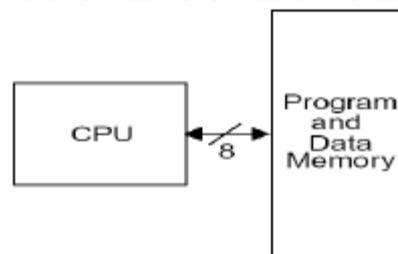

Fig. 1 Architecture Von Neumann
- L'architecture VON NEUMANN (figure 1) employée par la plupart des microcontrôleurs actuels (INTEL80XX, Motorola HC05, HC08 et HC11, ou ZILOG Z80) est basée sur un bus de données unique. Celui-ci véhicule les instructions et les données.